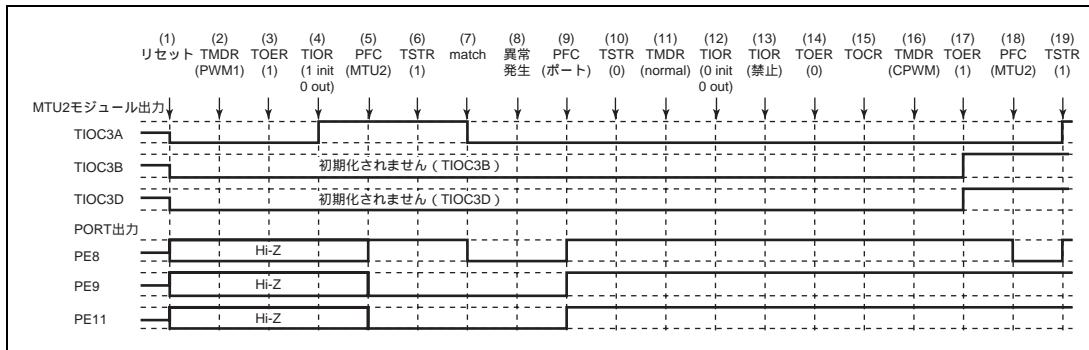

図 10.148 PWM モード 1 で異常が発生し、相補 PWM モードで復帰する場合
PWM モード 1 で異常が発生し、再設定後相補 PWM モードで再スタートする場合の説明図を図 10.148 に示します。
(1) ~ (14) は図 10.148 と共通です。
(15) TOCR でリセット同期 PWM の出力レベルと周期出力の許可禁止を選択してください。
(16) リセット同期 PWM を設定します。
(17) TOER でチャネル 3、4 の出力を許可してください。
(18) PFC で MTU2 出力としてください。
(19) TSTR で再スタートします。